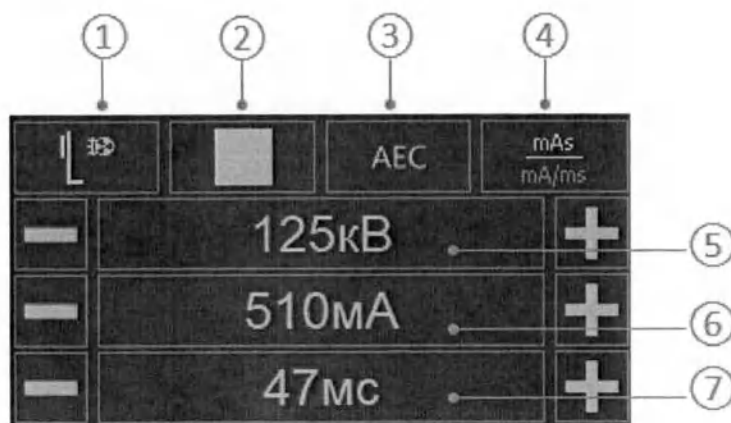

Рис. 17. Панель управления параметрами РПУ
Панели (5) (6) (7) на Рис. 17 предназначены для управления уставками кВ, мАс и сек в режиме рентгенографии.